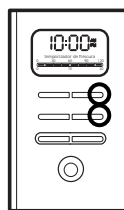

Figure 1
2. Appuyez sans les relâcher sur les touches des heures « Hora » et des minutes « Min » jusqu'à ce que l'heure du jour s'affiche. Le voyant AM ou PM s'allumera au bas de l'afficheur (figures 1).